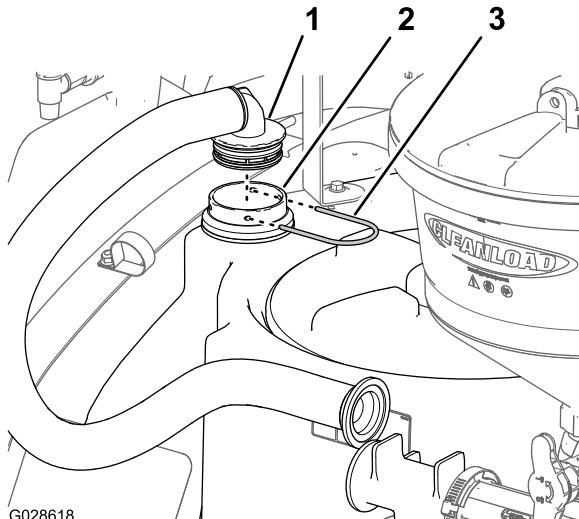

Bild 23
2. Befestigen Sie das 90° Anschlussstück mit einem Halter am Schottanschlussstück (Bild 23).
1. Stecken Sie das gezahnte 90°-Anschlussstück des Behälterschlauchs in das Schottanschlussstück (Bild 23), das Sie in Anbringung des Schotts Anschlussstück (Seite 11) befestigt haben.